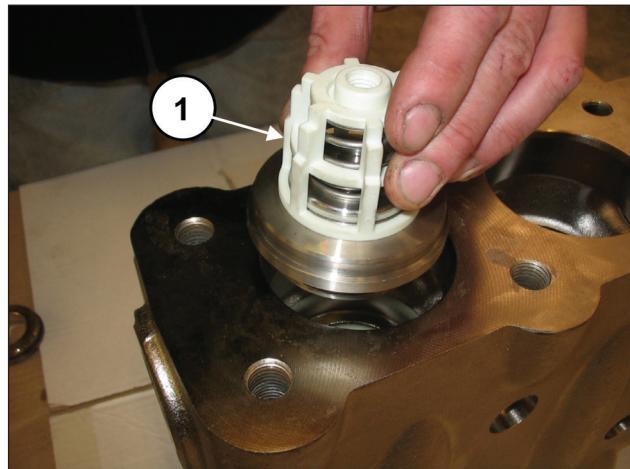
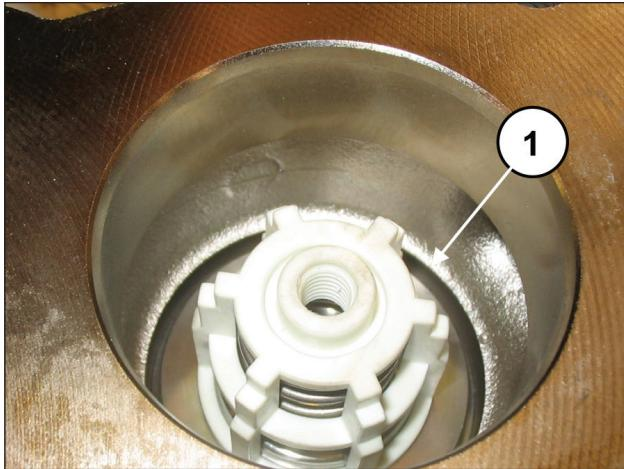

Abb. 107
Abb. 108
Setzen Sie die Druckventilgruppe ein (Pos. ①, Abb. 107). Die Ventilgruppe muss bündig eingesetzt sein und so erscheinen wie in Pos. ①, Abb. 108.